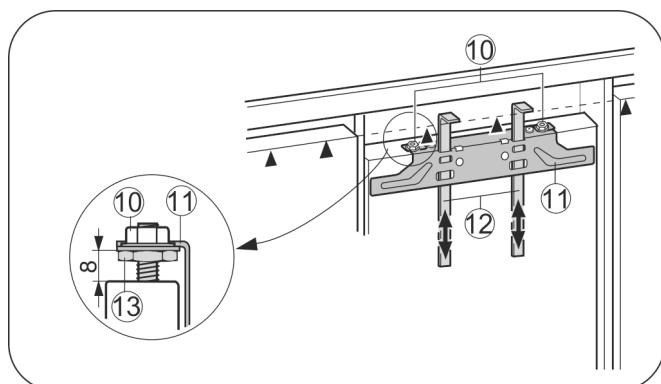

Fig. 17
- Montážne pomôcky Fig. 17 (12) presuňte hore do výšky nábytkových dverí. Spodná hrana dorazu ▲ montážnej pomôcky = vrchná hrana montovaných nábytkových dverí.
- Upevňovaci traverzu Fig. 17 (11) nad poistnými maticami Fig. 17 (10) odskrutkujte.